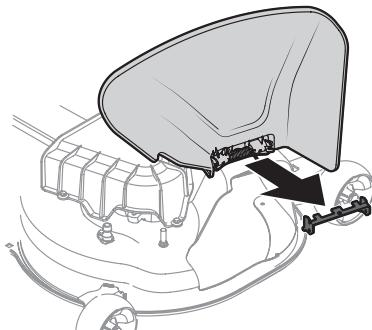

Figura 19
- Inspeccione la plataforma del tractor para ver si hay una traba de seguridad que pueda estar sujetando el deflector del canal hacia arriba para el envío. Si la traba está presente, se la debe extraer antes de hacer funcionar el tractor. Sosteniendo el deflector del canal totalmente hacia arriba, extraiga la traba de seguridad. Baje el deflector del canal y descarte la traba de seguridad (Figura 19).